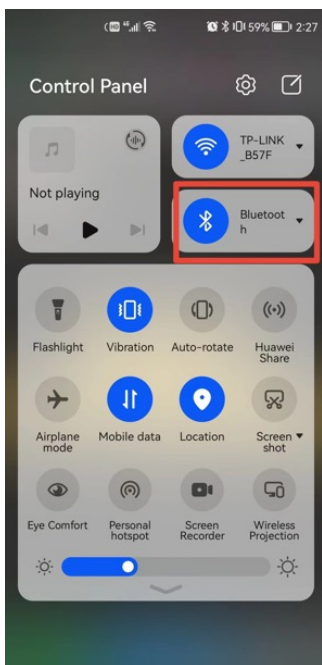

ABBILDUNG 4
2. Aktivieren Sie Bluetooth an Ihrem Telefon, wie in Abbildung 4 gezeigt.